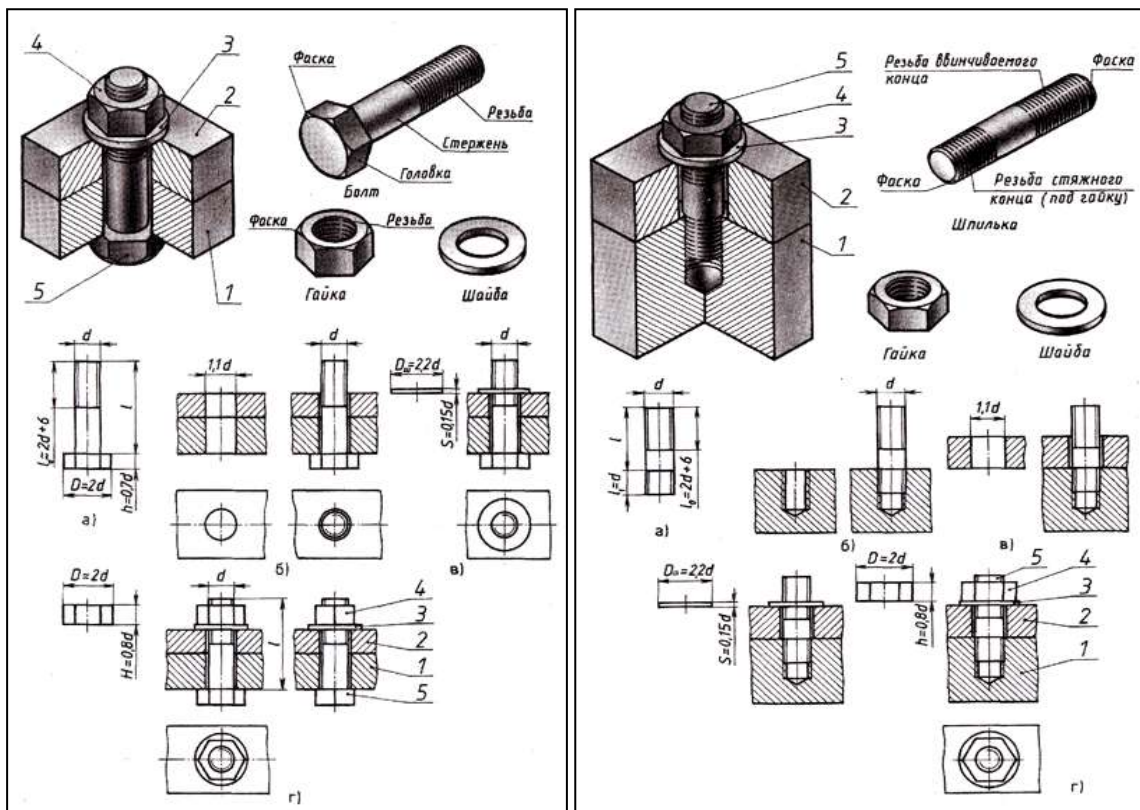

Рис.38,б Соединение болтом и шпилькой
3. Соединение деталей шпилькой применяют тогда, когда в одной из соединяемых деталей в связи с её реконструктивными особенностями нельзя или нецелесообразно сверлить сквозные отверстия. В соединении шпилькой входят: шпилька, шайба и гайка (рис.38,б).
Остальные размеры шпильчатого соединения рассчитывают по приведенным условным соотношениям (рис.38,а)